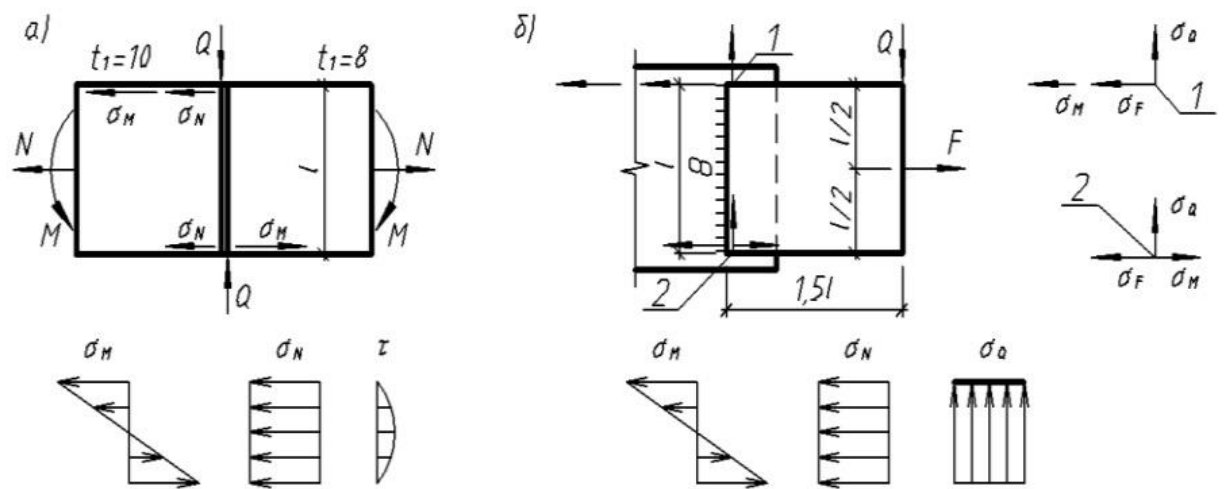

Рисунок 1.9 – К задачам 1.3–1.11
1.3. Определить величину и направление максимального напряжения в сварном шве (рисунок 1.9, а). Сварка – ручная, катет шва – 10 мм. Значения F и l принять по таблице 1.1. Сталь С235, $R_{wz} = 165$ МПа, $R_{wf} = 180$ МПа.
1.4. Определить катет шва в сварном соединении (см. рисунок 1.9, а). Сталь С255, сварка ручная, толщина соединяемых листов по 16 мм. Значения F и l принять по таблице
1.5. Определить величину и направление максимального напряжения в комбинированном шве (см. рисунок 1.9, б). Сварка ручная, катет швов – 10 мм. Как будет меняться величина наибольшего напряжения в случае приложения силы F по верхнему (нижнему) канту полосы? Значения F и l принять по таблице 1.1.
1.6. Определить катет шва в соединении (см. рисунок 1.9, б). Сталь С375, толщина обоих листов по 14 мм. Сварка ручная. Значение F и l принять по таблице 1.1, $c = 1$.
1.7. Уголок из стали С345 прикреплен ручной сваркой к листу (см. рисунок 1.9, а). Катеты швов по перу и обушку одинаковы и равны $kf = t - 2$ мм, где t – толщина уголка. Найти длины сварных швов по перу и обушку уголка, при которых в сварных швах не возникают напряжения от изгибающего момента. Значение F и профиль уголка принять по таблице 1.1, $c = 0,75$.
1.8. Уголок из стали С235 прикреплен ручной сваркой к листу по контуру (см. рисунок 1.9, г). Катет шва $kf = t - 2$ мм, где t – толщина уголка. Найти длины сварных швов по перу и обушку, при которых в сварных швах не возникают напряжения от изгибающего момента. Значение F и профиль уголка принять по таблице 1.1, $c = 0,75$.
1.9. Уголок из стали С235 приварен ручной сваркой к листу (см. рисунок 1.9, а). Катет шва $kf = t - 2$ мм, где t – толщина уголка. Длины швов: по перу уголка $l_p = 0,3b$, по обушку $l_o = 0,7b$ (b – ширина полки уголка). Найти предельную силу F из условия прочности сварного соединения. Профиль уголка принять по таблице 1.1, $c = 0,75$, электроды типа Э-42.
1.10. Определить катет сварного шва, которым опорный столик из стали С345 приваривается ручной сваркой к колонне (см. рисунок 1.9, а). Значения F и h принять по таблице 1.1, $c = 1$, $e = 0,6h$, электроды типа Э50.
1.11. Найти предельную силу F на консоль, выполненную из стали С285 (см. рисунок 1.9, а). Сварка ручная, катет шва – 8 мм, $c = 1$. Значение h принять по таблице 1.1, $e = 0,4h$, электроды типа Э46.